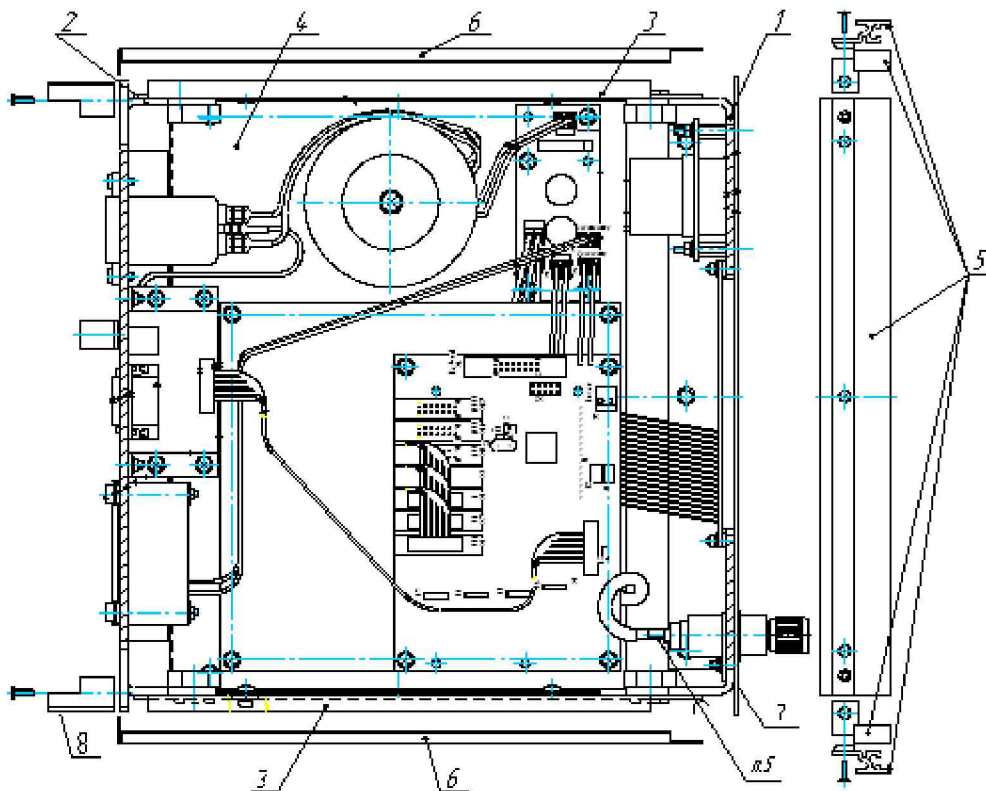

Рисунок 3.11 - Общая сборка блока высокоомного
3.6.5.5 Общая сборка блока высокоомного изображена на рис. 3.11.